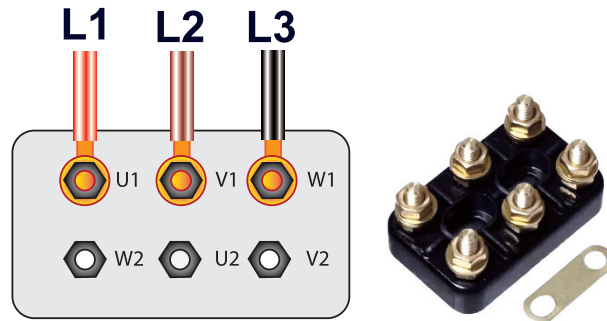

Figure 6
3. Positionner les **barrettes de liaison** sur la plaque à bornes de la figure 6 pour coupler les enroulements statoriques du moteur du laboratoire.